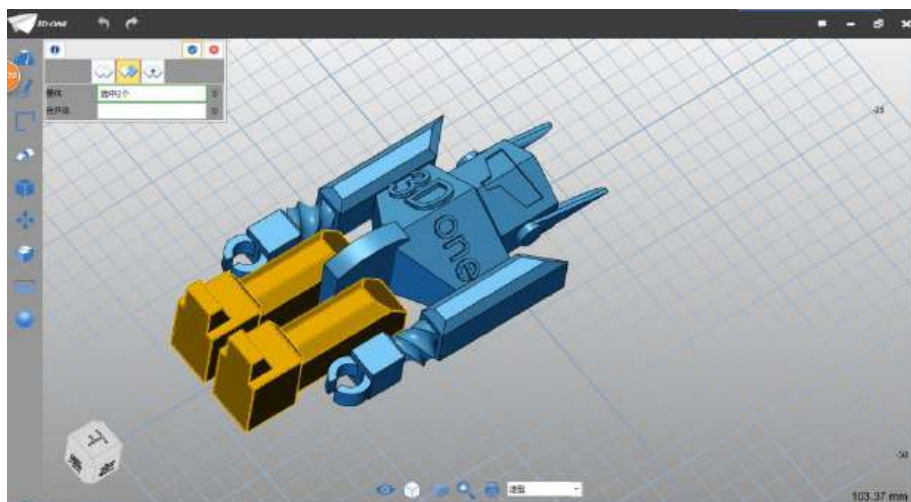

图 5-4
Step 4 布尔运算选择减运算，点击确定，完成减运算。选择组合命令，基体选择腿部，如下图 5-4 所示：